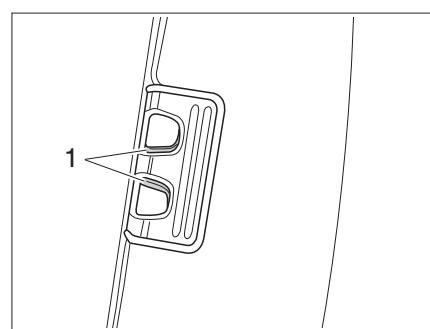

Fig. 19 Tendina oscurante pieghevole, bloccaggio
**Chiusura:** ■ Comprimere il bloccaggio (Fig. 19,1) e sollevarlo leggermente.